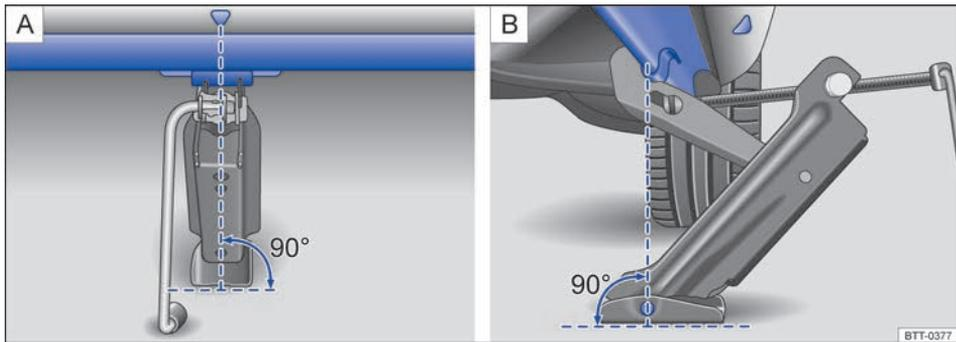

Fig. 267 Gato colocado en el lado izquierdo del vehículo, en la zona trasera.
8. Asegúrese de que toda la base del gato descansa firmemente sobre el suelo y de que se encuentre exactamente debajo del punto de apoyo en vertical → fig. 267.
- Coloque el gato únicamente en los puntos descritos. La garra del gato deberá sujetar bien el refuerzo del larguero inferior → fig. 267.